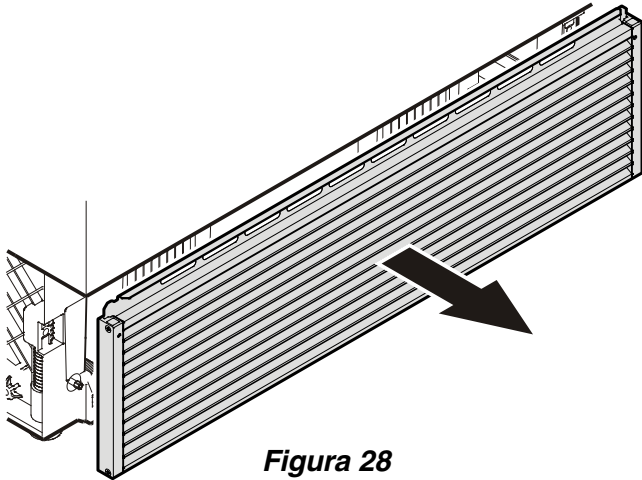

Figura 28
- Abra el cajón inferior del congelador y retire la rejilla de aireación tirándola hacia adelante - **Figura 28**. La rejilla está fijada magnéticamente. No se requieren entonces ningunas herramientas para retirarla.